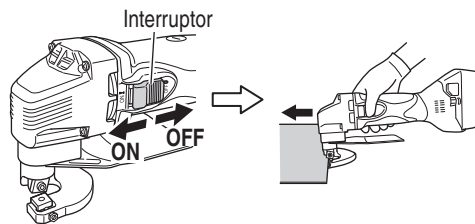

Fig. 8
1. Encienda la unidad. (Fig. 8)
2. Coloque con suavidad la herramienta de aplicación sobre el material y mueva la herramienta de aplicación hacia delante a un ritmo en el que el movimiento no sea ralentizado. (Fig. 8)
Cuando corte los paneles finos, nivele horizontalmente la unidad, como se muestra en la Fig. 8.
Para facilitar el corte de los paneles gruesos. Si el lado de corte queda hacia la izquierda (Fig. 8), levante ligeramente la parte posterior de la unidad. Y si el lado de corte queda hacia la derecha, levante ligeramente la parte posterior de la unidad.